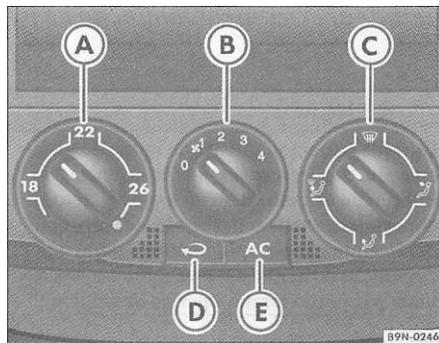

Fig. 85 No painel de instrumentos: comandos do Climatic
No modo de recirculação do ar => Página 103, fig. 85 (3), evita-se a entrada de cheiros fortes no habitáculo, como os encontrados, por exemplo, na travessia de um túnel ou num engarrafamento => A em "Comandos" na página 100.